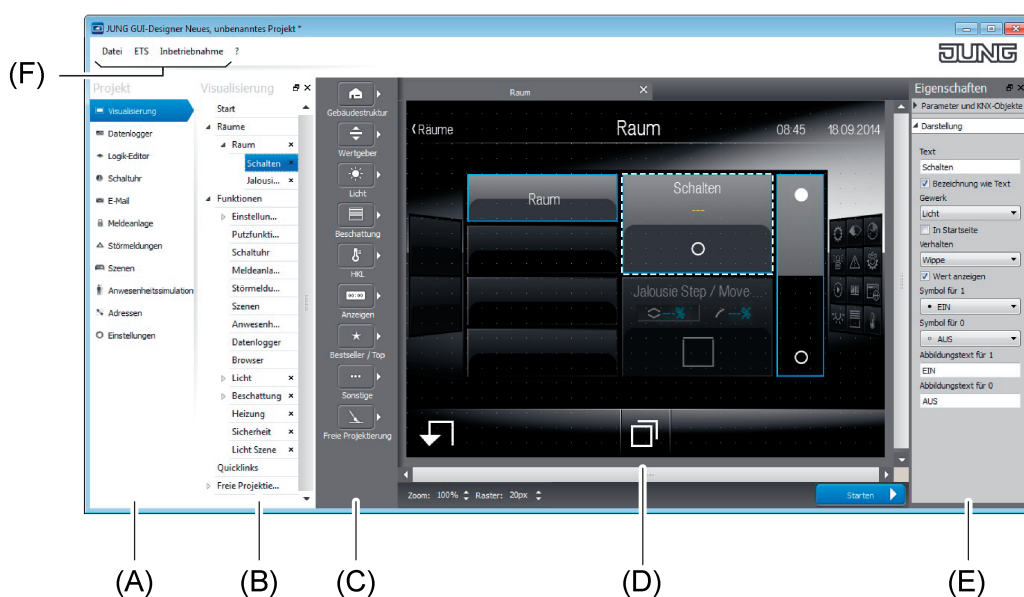

Bild 4: Struktur der Programmoberfläche (Standardstruktur)
Die Programmoberfläche ist in verschiedene Bereiche unterteilt (Bild 4), wodurch die Projektierung des Geräts strukturiert erfolgen kann. Strukturbäume in der Projektleiste (A) und in der Strukturansicht (B) vereinfachen die Navigation durch Funktionen, Geräteeinstellungen und Anzeigeseiten. Durch Nutzung einer Vorlagenbibliothek mit Gebäudestrukturen und KNX-Funktionen in der Vorlagen-Leiste (C) können Anzeigeseiten schnell und kundenfreundlich in einem einheitlichen Layout oder auch frei nach individuellen Maßstäben eingerichtet werden. Ein großer Arbeitsbereich (D) ermöglicht die Vorschau und Simulation der erstellten Projektierung. Parameter von Funktionen oder grafischen Darstellungselementen sind übersichtlich in Eigenschaftslisten (E) oder besonderen Anzeigeseiten im Arbeitsbereich verfügbar. Über die Menüleiste (F) können alle Programmfunktionen (Dateioperationen, ETS-Synchronisierung, Inbetriebnahme) aufgerufen und ausgeführt werden. Viele Projektierungsvorgänge - beispielsweise das Anlegen neuer Räume und KNX-Funktionen - lassen sich mit der Maus durch Klicken, Ziehen und Fallenlassen (Drag & Drop) ausführen.